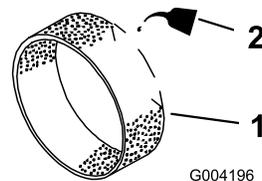

Figura 15
3. Applicare 30 o 60 ml d'olio sul prefiltro (Figura 15).